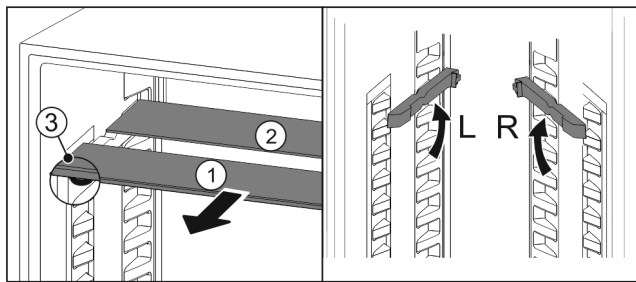

Fig. 29
- ▶ Steklene plošče posamično izvlecite Fig. 29 (1) naprej.
- ▷ Steklena plošča Fig. 29 (1) z okrasno letvijo je spredaj.
- ▷ Zaustavljalniki Fig. 29 (3) so obrnjeni navzdol.